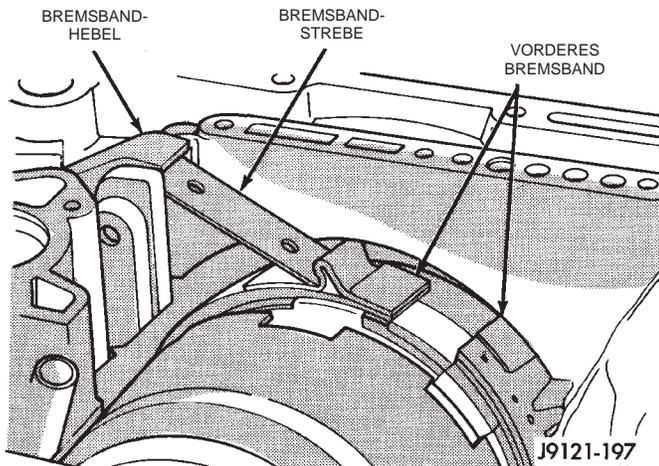

Abb. 105 Vorderes Bremsband und dazugehörige Teile montieren
(33) Vorderes Bremsband an Einstellschraube einhängen und Band in Einbaulage festhalten.
(34) Strebe zwischen Bremsbandhebel und vorderem Bremsband montieren (Abb. 105).
(35) Einstellschraube des Bremsbands anziehen, bis das Band gerade den Kupplungskorb greift. Vor dem Fortsetzen der Montage prüfen, ob sich vordere/hintere Kupplungen nach wie vor in Endlage befinden.